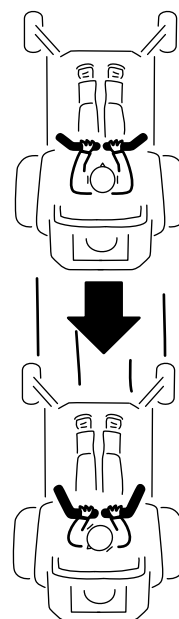

Figura 21
2. Para ir hacia atrás, tire lentamente de las palancas de control de movimiento hacia atrás (Figura 21).